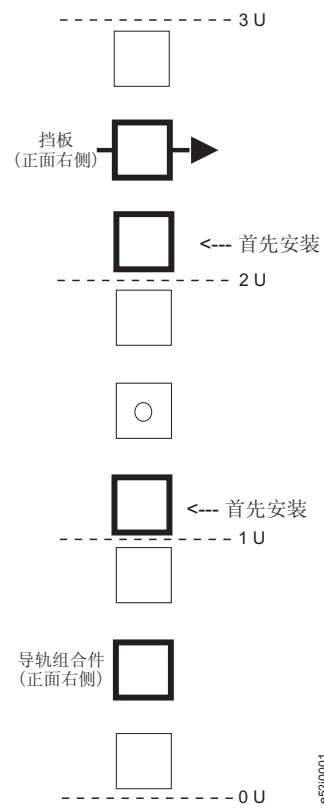
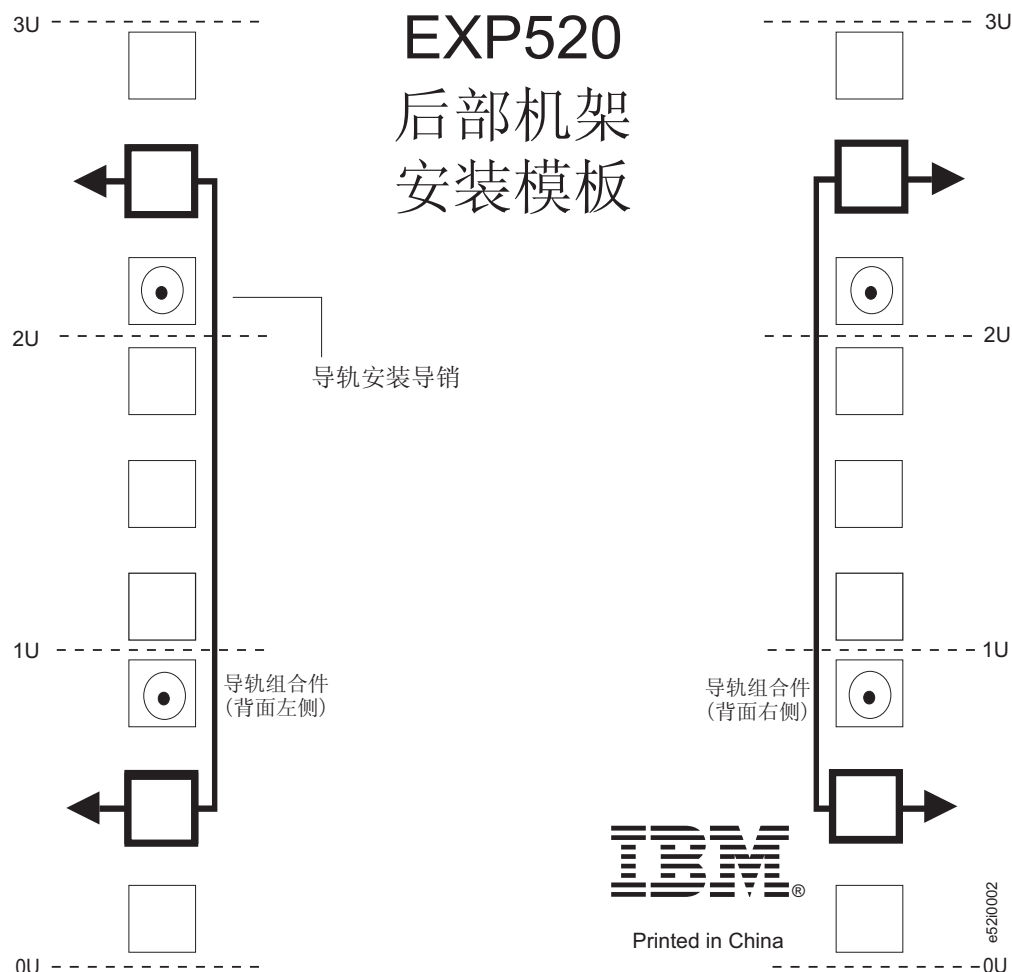

图 9. 前部机架安装模板
图 10. 后部机架安装模板
使用以下模板（第 23 页的图 9 和第 24 页的图 10）来确定将支撑导轨和 EXP520 安装到机架时 M5 螺钉的正确插入位置。模板中突出显示了 M5 螺钉的位置。
**警告：** 请使用在第 23 页的图 9 和第 24 页的图 10 中提供的机架安装模板来找出用于将支撑导轨安装到机架的适当机架安装孔。
6. 握住对着机架安装凸缘内部的导轨的后端。请确保导轨安装导销在正确的孔中。有关图例说明，请参阅第 24 页的图 10。
**注：** 确保安装了第 23 页的图 9 中标注为优先安装的螺钉。